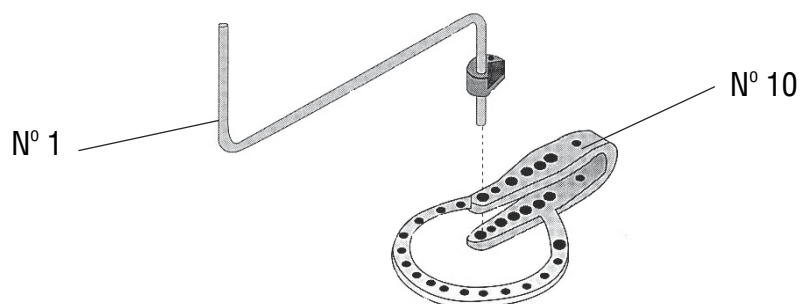

Figure 1
1. Insérez l'ensemble de poignée/matrice intérieure (n° 1) dans l'ensemble de bague/récepteur de matrice (n° 10) de la cintreuse à plancher compacte. Voir la **figure 1**.